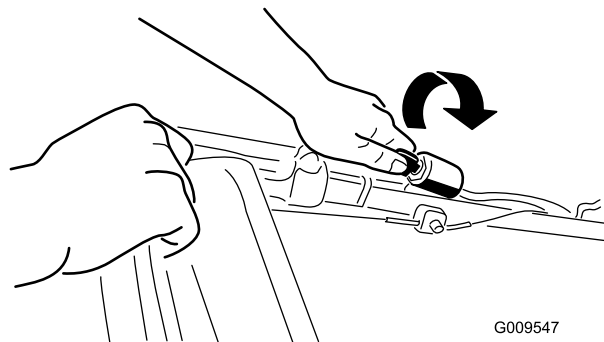
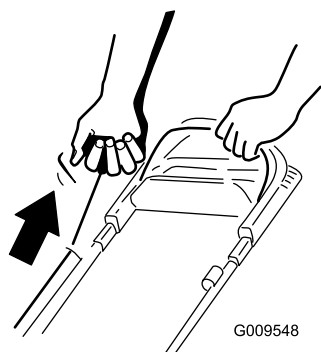

Рисунок 11
Рисунок 12
2. Поверните ключ зажигания (Рисунок 11) (только для моделей с электрическим запуском) или потяните за ручку стартера (Рисунок 12).
**Примечание:** Слегка потяните за ручку стартера без усилия до тех пор, пока не почувствуете сопротивление, после чего резко дерните ее (Рисунок 12). Дайте тросу медленно вернуться в ручку.